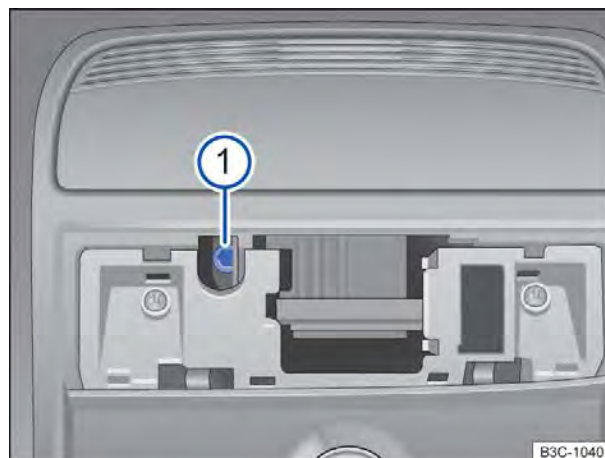

Fig. 223 Parafuso sextavado para fechar o teto de vidro.
- Encaixar uma chave sextavada comum¹⁾ de tamanho de 4 mm no parafuso sextavado ⇒ Fig. 223 ①.